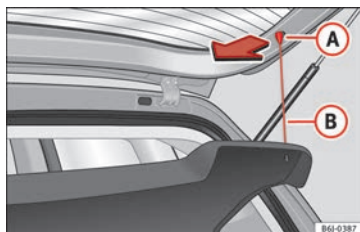

Fig. 120 Pianale portaoggetti.
- Sganciare i tiranti » **fig. 120** **B** dagli alloggiamenti **A**.